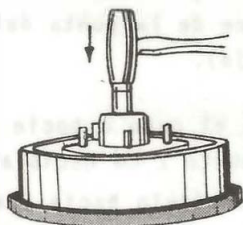

Fig. 2
- a. Saque el retén y el rodamiento interior (fig.2).